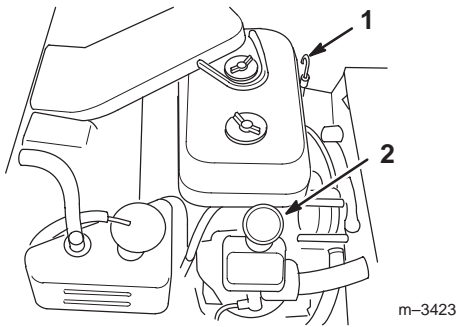

Bild 5
3. Reinigen Sie den Bereich um den Ölpeilstab herum (Bild 5), damit kein Schmutz in den Einfüllstutzen gelangen und so den Motor beschädigen kann.
5. Schrauben Sie den Ölpeilstab vollständig in das Einfüllrohr ein (Bild 5).